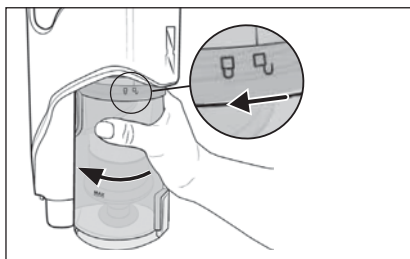

Fig. 19
- 2) Pentru a îndepărta recipientul de praf **7** de la aparat, rotiți-l în direcția simbolului  (deschis), până când poate fi detașat de aparat (a se vedea fig. 19).